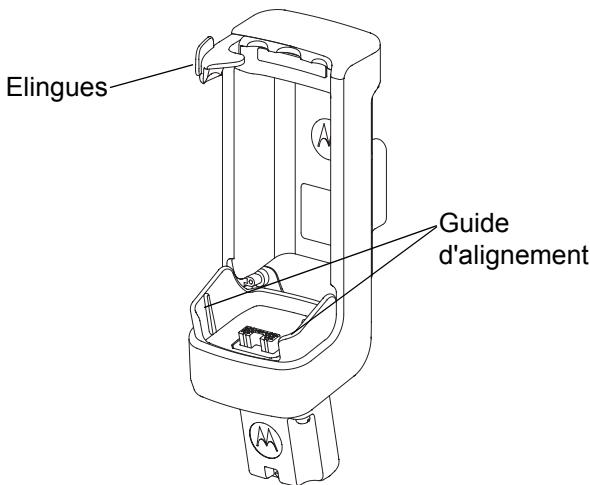

Figure 1. Socle de charge PMLN6182 avec module d'alimentation pour voiture.
1. Placez le terminal portable TETRA sur le support/bac en alignant les encoches de sa partie inférieure aux guides du support/bac, comme indiqué dans la Figure 1.
1. Puis faites tourner le crochet tournant dans le sens des aiguilles d'une montre pour libérer le terminal. (voir Figure 1 page 3).